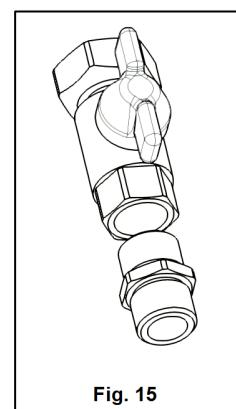

Fig. 15
**10.** Se montează niplurile R, pe robinetii cu olandez M, asigurându-se etanșarea cu șnur de cânepe (Fig. 15).